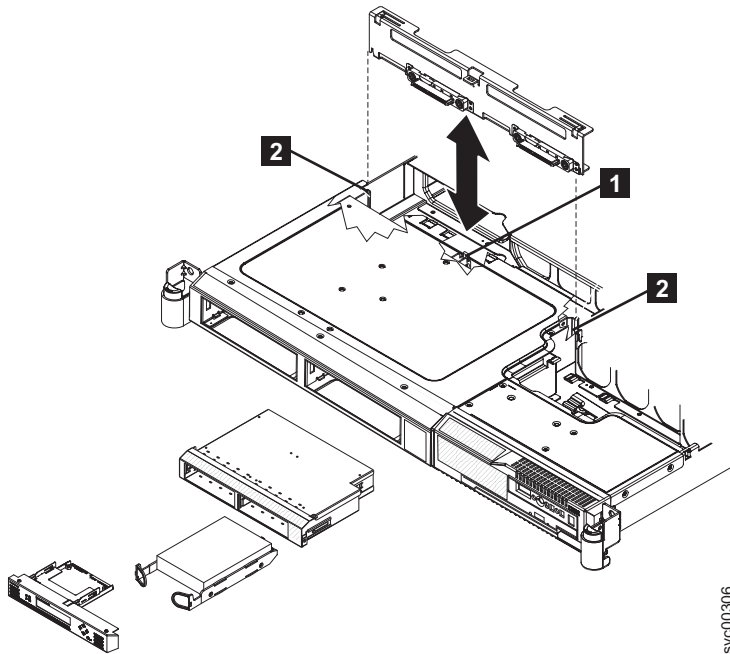

図 129. SAN ボリューム・コントローラー 2145-8G4 SATA ディスク・ドライブとバックプレーン
- バックプレーンをマウント・チャンネル **2** の中にスライドさせて戻します (図 129 を参照)。付近のワイヤーやケーブルに引っ掛かったり、挟まったりしないように注意します。